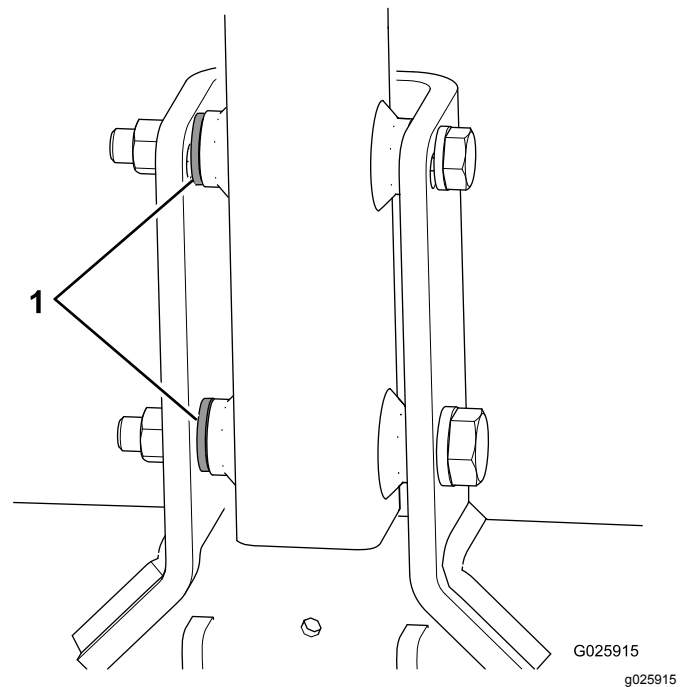

Figura 6
- Si en la máquina se incluye una tercera arandela con cada perno, utilice esas arandelas como espaciadores entre la barra de tracción y la parte interior del soporte de giro de la barra de tracción (Figura 6).